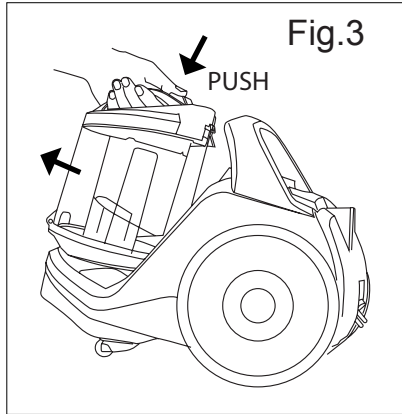

Fig.3
- Desacoplar el depósito de polvo del aparato. (Fig. 3).
- Desacoplar el depósito polvo del aparato. (Fig. 3).